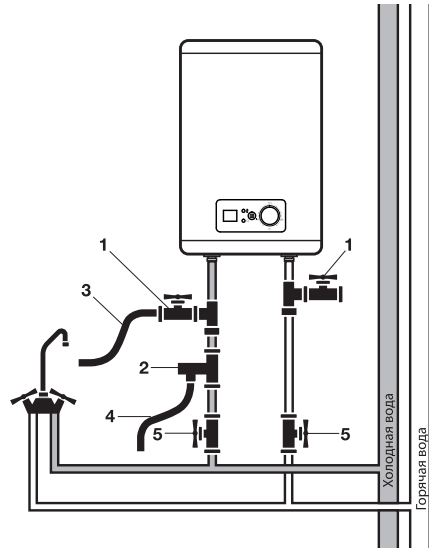

Рис. 5
- Присоедините дренажный шланг (позиция 3 на рис. 5) к запорному крану на тройнике на входе холодной воды в водонагреватель и направьте его в канализацию, либо в место слива воды. Откройте запорный кран и дождитесь полного слива воды.
При подключении к системе водоснабжения необходимо предусмотреть и реализовать установку индивидуальных запорных вентилей (позиция № 5 на рис. 5) на линии подачи холодной воды в водонагреватель и на линии выхода горячей. Индивидуальные запорные вентили по линии горячей и холодной воды, должны быть в закрытом состоянии в период неиспользования водонагревателя, проведении профилактических и технологических работ на линии водоснабжения. Установка и правильное использование запорных вентилей является обязательным условием при предоставлении гарантийного обслуживания, а так же залогом длительной и безаварийной работы водонагревателя. Для упрощения процесса слива воды из водонагревателя рекомендуется на входе и выходе воды из водонагревателя установить тройники (позиция 1 на рис. 5).
Если необходимо реализовать систему водоснабжения на несколько водоразборных точек, используйте способ соединения (см. рис. 5).
Установка водонагревателей серии Interio 3 существенно облегчается возможностью установить их как вертикально, так и горизонтально в любом месте вашего дома, в отапливаемом (!) помещении. Желательно установить водонагреватель как можно ближе к месту использования горячей воды, поскольку чем меньше длина труб, тем меньше потери тепла. Как показано на рис. 5а, при горизонтальной установке водонагревателя трубы подводки должны быть расположены справа.
Рис. 5а